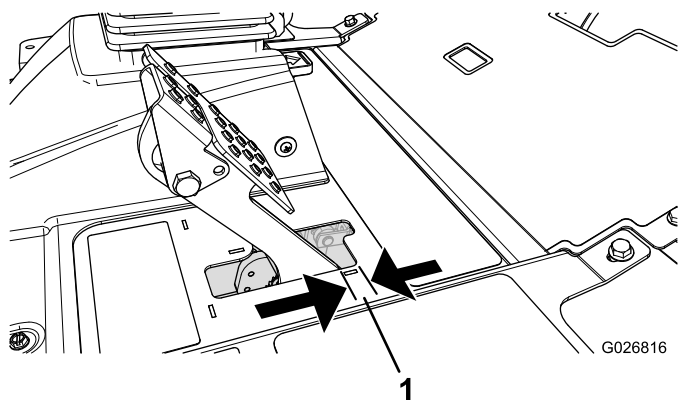

Figura 96
Regolate i freni se il pedale ha un "gioco" superiore a 2,5 cm o quando è necessaria maggiore forza di tenuta (Figura 96). Per gioco s'intende la distanza che il pedale percorre prima che si avverta la resistenza della frenata.
2. Serrate il dado posteriore per spostare indietro il cavo, finché i pedali del freno non hanno un gioco compreso tra 0,63 e 1,27 cm, prima che la ruota si blocchi (Figura 96).